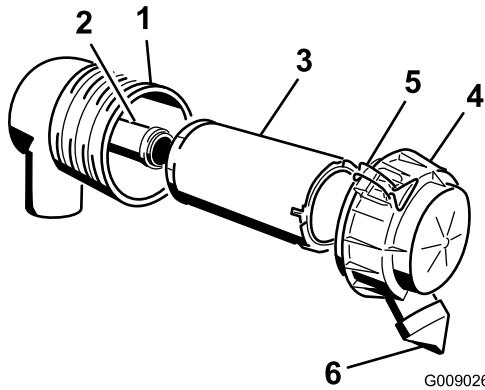

Figura 30
3. Abra los cierres del limpiador de aire y tire de la tapa del limpiador de aire para separarla de la carcasa del limpiador de aire (Figura 30).
6. Extraiga con cuidado el filtro primario del cuerpo del limpiador de aire (Figura 30). Evite golpear el filtro contra el lado de la carcasa.
9. Si va a cambiar el filtro de seguridad, deslice cuidadosamente el filtro nuevo en el cuerpo del filtro (Figura 30).
10. Deslice cuidadosamente el filtro primario por encima del filtro de seguridad (Figura 30). Asegúrese de que está bien asentado empujando sobre el borde exterior del filtro mientras lo instala.
11. Instale la tapa del limpiador de aire con el lado que lleva la palabra UP hacia arriba, y fije los cierres (Figura 30).